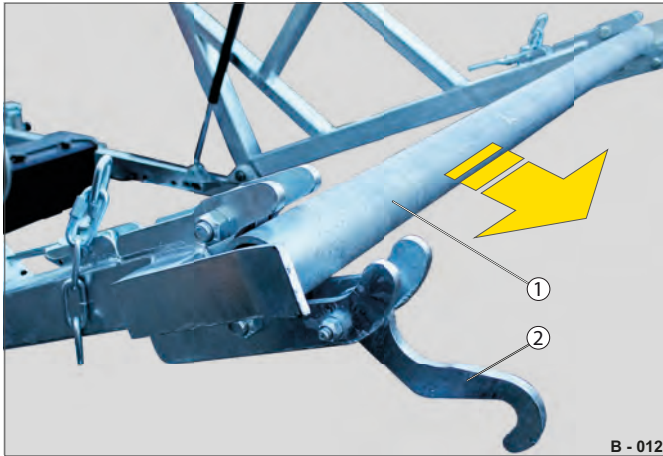

Abb. 4 Transportwelle entnehmen
- ▶ Entnehmen Sie die Transportwelle (Abb. 4/1) aus dem Trommelgestell.